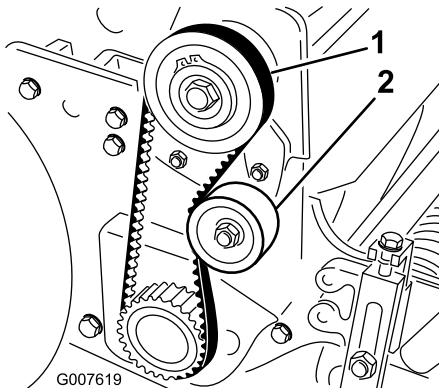

Bild 42
2. Prüfen Sie die Spannung. Bringen Sie hierfür eine Kraft von 18-22 N in der Mitte des Riemens zwischen den Riemenscheiben (Bild 42) an. Der Riemen muss sich 6 mm durchbiegen lassen.
- A. Lösen Sie die Befestigungsmutter der Spannscheibe und drehen Sie die Spannscheibe nach rechts gegen die Rückseite des Riemens, bis Sie die gewünschte Riemen Spannung erzielt haben (Bild 42).